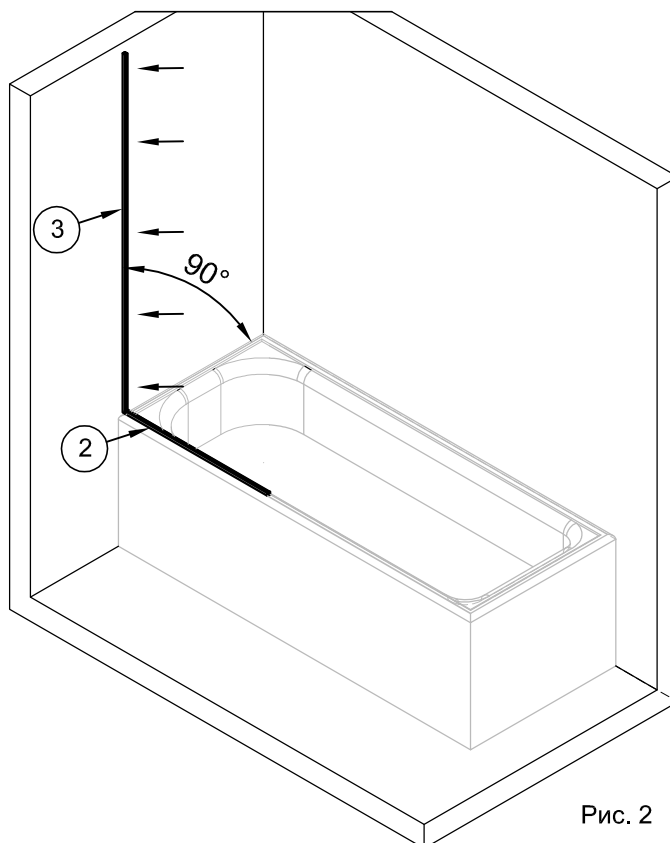

Рис. 2
2.2. Крандашом или фломастером провести разметку мест сверления отверстий под дюбели, используя отверстия в профиле №3 для его крепления (рис.2).